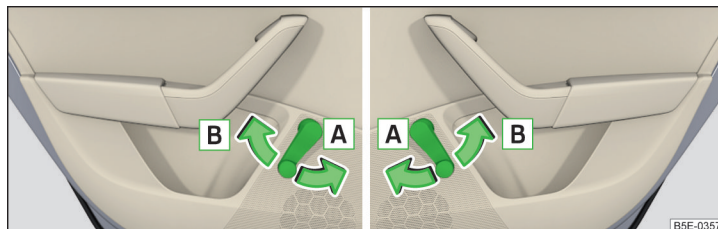

Fig. 56 Operación de ventana: a izquierda/derecha
- » Para **abrir**, girar la manivela en el sentido de la flecha **A** » **fig. 56**.